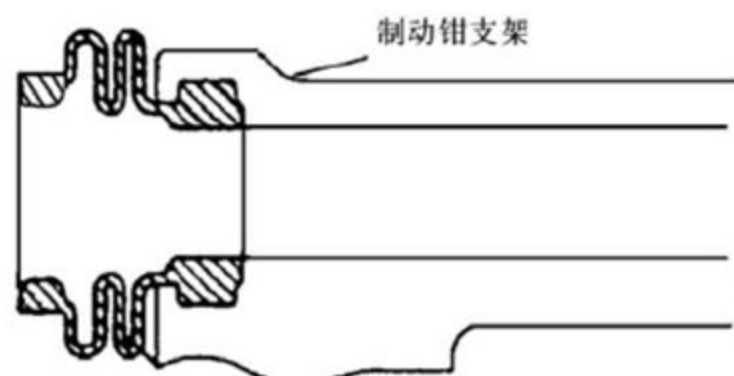

图 3—25
- (1) 拆下2片带消音垫的制动片。
- (2) 从每块片上拆下1号和2号消音垫片。
7) 拆卸后制动钳导向销防尘套。从后制动钳支架上拆下2个防尘套，如图3—25所示。